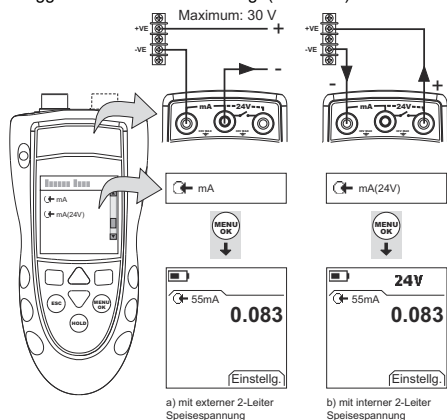

Abbildung 7: Beispielkonfiguration: Strommessung
1. Schließen Sie das Gerät an (Abbildung 7) und ändern Sie ggf. die Option Konfig. (Tabelle 1).
- Nur DPI802/802P. Schließen Sie das Gerät an die Kalibrier-ausrüstung an (Abbildung 7).